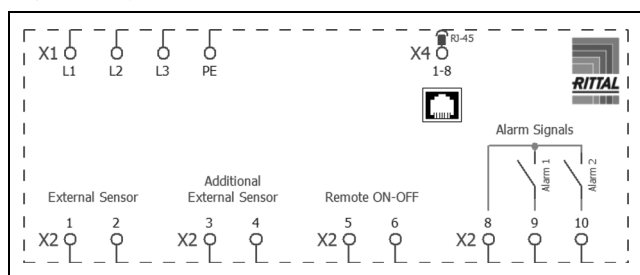

Abb. 36: Schaltplan
- Entnehmen Sie aus dem Versandbeutel den Anschlussstecker und stellen Sie gemäß der zugehörigen Anschlusskennzeichnung die Netzversorgung her (Abb. 36).